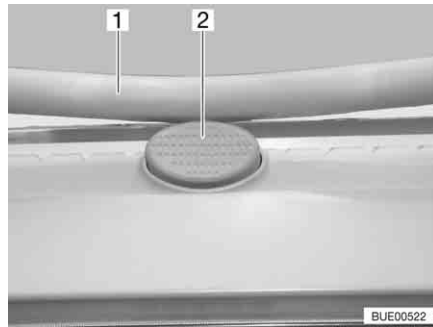

Bild 66 Låsknapp på Heki-takluckan
- Tryck på låsknappen (Bild 66,2) och dra ner bygel (Bild 66,1) med båda händerna.
- Tryck bygel uppåt med båda händerna tills bygel ligger ovanför låsknappen (Bild 66,2).
- Tryck på låsknappen (Bild 66,2) och dra ner bygeln (Bild 66,1) med båda händerna.